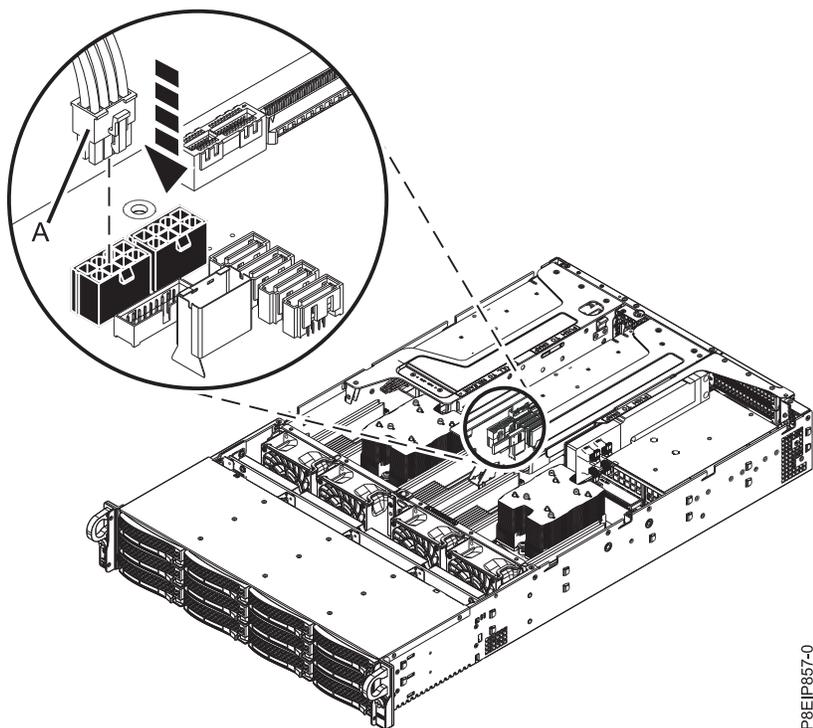

Figura 27. Conexión del cable de alimentación de GPU
- g. Conecte el cable de alimentación de GPU (A) a la placa posterior del sistema, como se muestra en la Figura 27 en la página 30. Utilizando el pulgar, presione el mecanismo de cierre en el conector